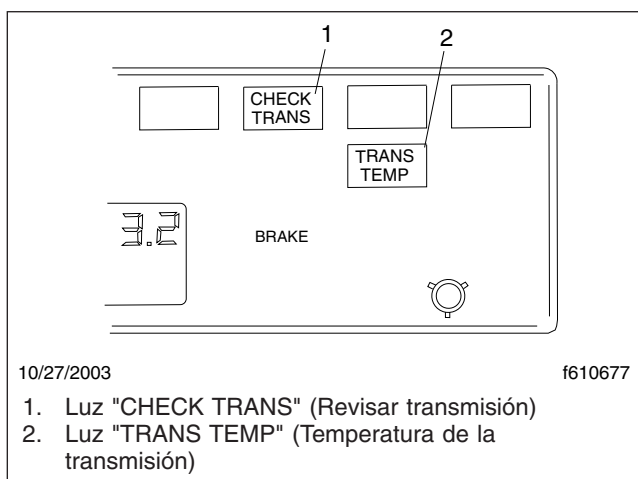

Figura 8.14, Luces indicadoras
1. Con los frenos de estacionamiento puestos y/o el pedal de los frenos presionado, seleccione neutro (N) moviendo el interruptor selector a la posición central.
2. Con la transmisión en neutro, lleve el interruptor de ignición a la posición de encendido. Las luces "CHECK TRANS" (revisar transmisión) y "TRANS TEMP" (temperatura de la transmisión) se encienden y se apagan (prueba de bombillas). Vea la Figura 8.14.